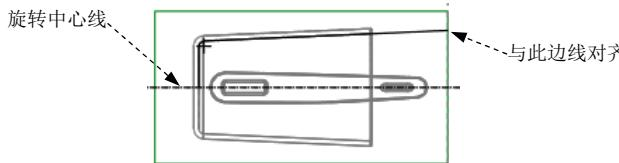

图 7.7 截面草图
- (1) 单击 **分型面** 功能选项卡 **形状** 区域中的 **旋转** 按钮。系统弹出“旋转”操控板。
- (2) 在绘图区域右击，从系统弹出的菜单中选择 **定义内部草绘...** 命令；然后选择 **MOLD_FRONT** 基准平面作为草绘平面，草绘平面的参考平面为 **MAIN_RIGHT** 基准平面，方位为 **左**；单击 **草绘** 按钮，至此系统进入截面草绘环境。
- (3) 绘制截面草图。
- ① 将模型切换到线框模式下。在“模型显示”工具栏中单击“线框显示”按钮 **线框**。
- ② 在绘图区右击，在系统弹出的快捷菜单中选择 **参考(R)...** 选项。选取 **MOLO_RIGH** 基准平面和 **MOLD_PARITING_PLN** 基准平面为参考，单击 **关闭(C)** 按钮。
- ③ 绘制图 7.7 所示的截面草图（用“投影”的方法绘制截面草图；截面图形不封闭）。完成后，单击“草绘”操控板中的“确定”按钮 **✓**。
- (4) 在操控板中选取深度类型 **上**（即“定值”），输入旋转角度值 360。
- (5) 在“旋转”操控板中单击 **✓** 按钮。